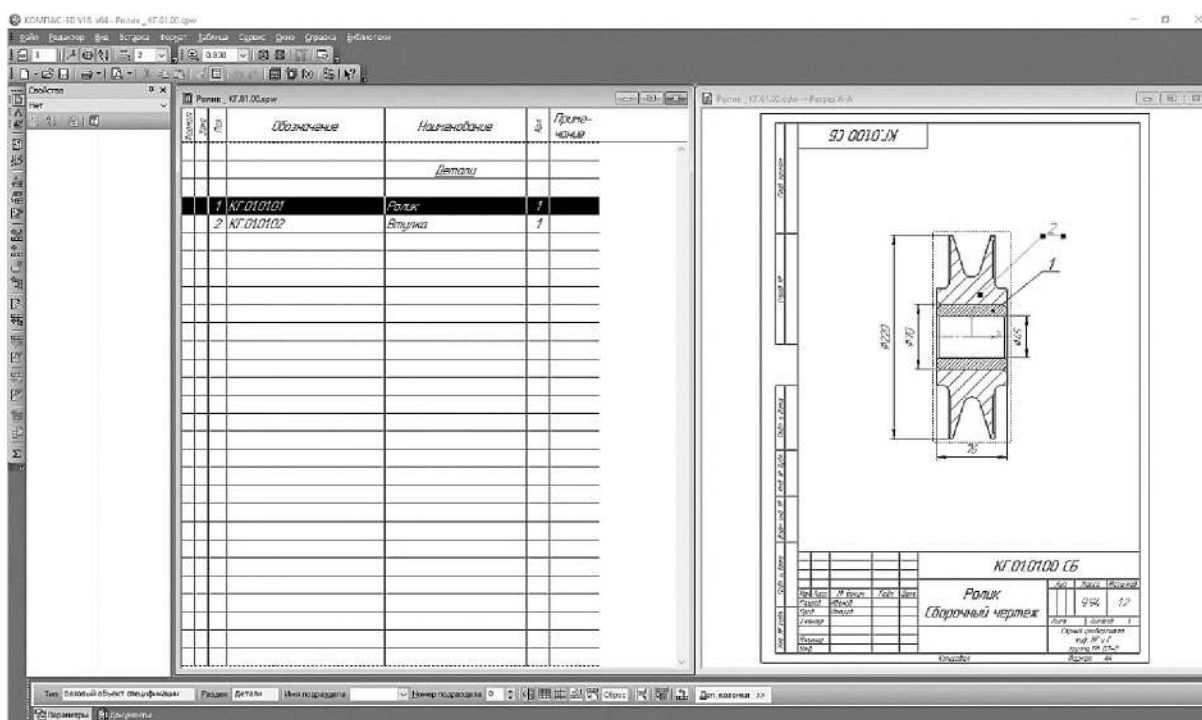

Рисунок 4.53. Выбор строки спецификации
3.3.10 В окне спецификации сделайте текущей строку объекта *Ролик* (рисунок 4.53).